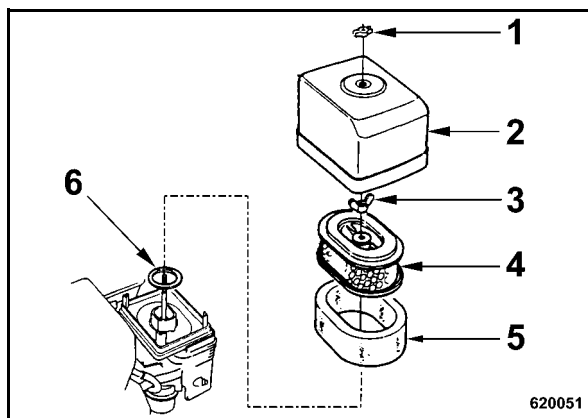

рис. 67
- Открутить гайку-барашек (1) (рис. 67) и снять крышку корпуса (2).
- Открутить гайку-барашек (3) и снять бумажную вставку (4) с пенообразной вставкой (5).
- Проверить резиновую прокладку (6); при необходимости, заменить.